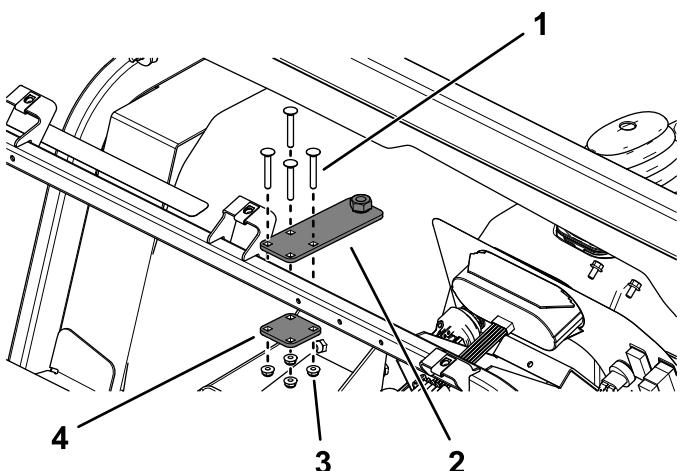

Figure 36
2. Fixez la plaque de réglage et la plaque d'appui au tube de support du tablier à l'aide des 4 boulons de carrosserie ($\frac{1}{4}$ " x 1-3/4") et écrous à embase ($\frac{1}{4}$ "), comme montré à la Figure 36.